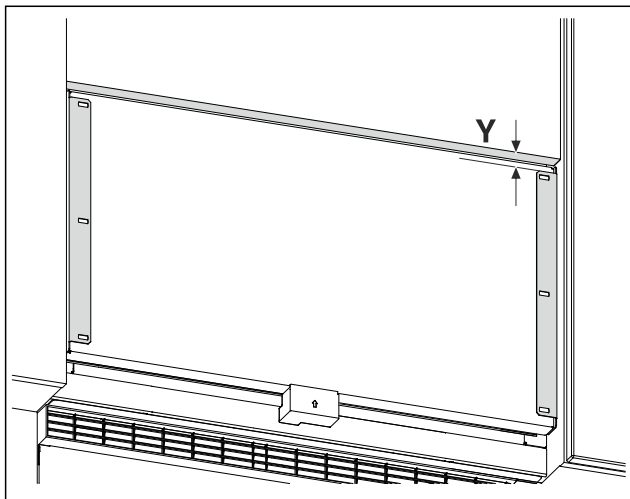

Fig. 24 Приклад зображення
- Виміряйте відстань Fig. 24 (Y) від нижнього краю меблевих дверей до кріпильного кутника.